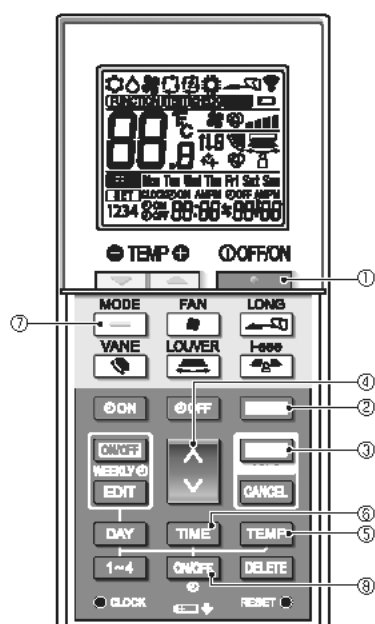
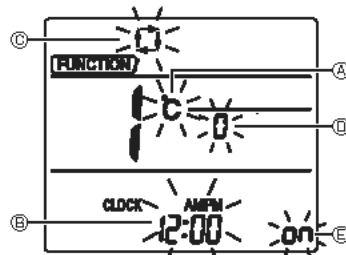

Fig. 7-9
Fig. 7-10
- Нажмите кнопку **FUNCTION** (1), чтобы остановить работу кондиционера воздуха.
- Нажмите кнопку **TEMP** (2).
- Отобразится экран настройки Function (Настройка функций) и будет мигать числовое значение функции (3). (Fig. 7-9)
- Нажмите кнопку **WIND CLOCK** (4), чтобы изменить числовое значение функции.
- Убедитесь, что отображается числовое значение функции "1", затем нажмите кнопку **CLOCK** (5).
- Отобразится экран настройки индикации. (Fig. 7-10)